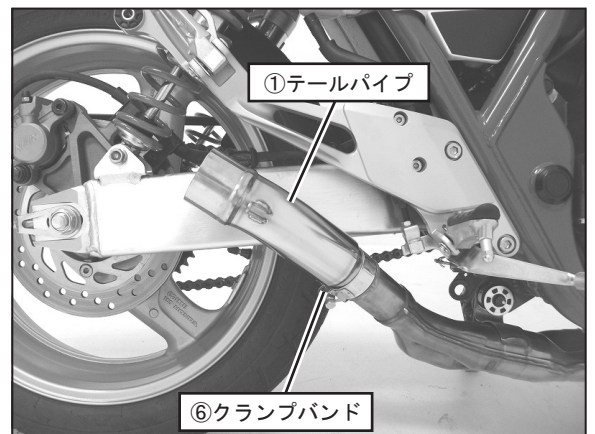

FIG. 3
4. ①テールパイプを車両に取り付け、⑥クランプバンドを仮締めして下さい。(FIG. 3参照)